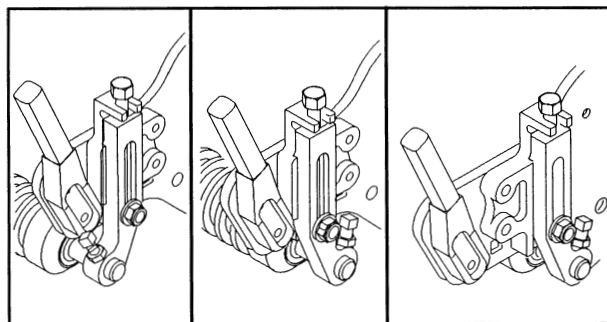

Figure 9
**Nota:** El rodillo delantero puede ponerse en tres posiciones distintas (Fig. 9) según la aplicación y sus necesidades.